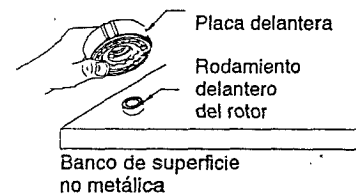

Figura 4
4. Para extraer el rodamiento delantero del rotor, sujete la placa delantera con el rodamiento delantero hacia abajo y golpee ligeramente la placa delantera sobre una superficie plana y no metálica tal como un banco de trabajo. Esto aflojará el rodamiento de modo que caiga de la placa delantera. Véase la figura 4.